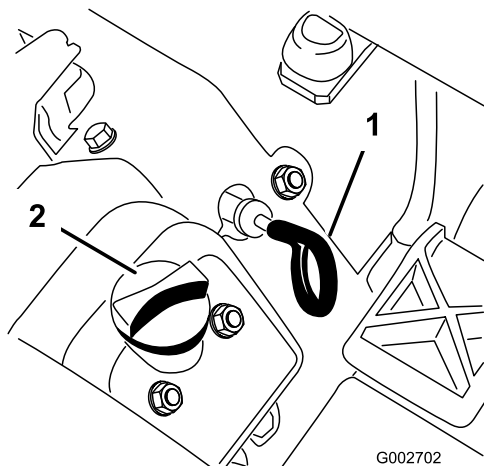

図 10
3. ディップスティック（図 10）を抜き取り、ウェスできれいに拭う。ディップスティックを、チューブの根元までもう一度しっかりと差し込む。ディップスティックを引き抜いて油量を点検する。オイルの量不足している場合は、バルブ・カバーについている補給口のキャップを取り、ディップスティックの FULL マークまで補給する。